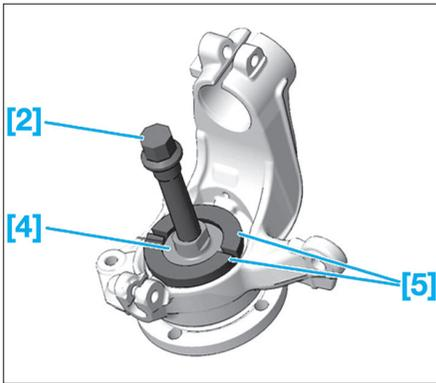

Fig. 33
- Poser les outils [4], [5] et [2] (Fig.33).